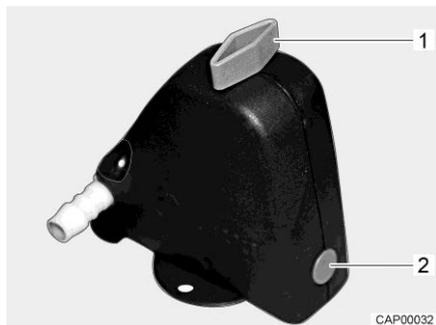
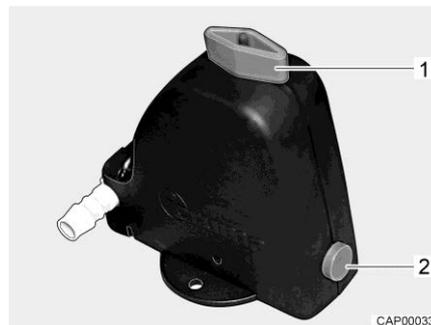

Fig. 144 Válvula de seguridad/purga cerrada
Fig. 145 Válvula de seguridad/purga abierta
- Abrir la válvula de seguridad/purga (Fig. 144). Para ello, girar el botón giratorio (Fig. 144,1) a la posición longitudinal en referencia a la válvula de seguridad/purga. El botón (Fig. 144,2) salta hacia fuera. La válvula de seguridad/purga abierta se muestra en Fig. 145.